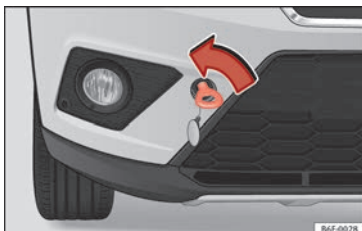

Abb. 106 Vorderer Stoßfänger rechts: Eingeschraubte Abschleppöse
- Schrauben Sie die Abschleppöse bis zum Anschlag nach *links* in Pfeilrichtung ein » **Abb. 106**.